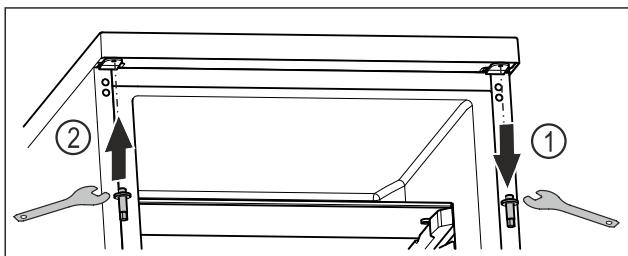

Fig. 14
- Odvrnute gornji svornjak s pomoću vanjskog šesterostranog ključa. Fig. 14 (1)
- Pritegnite svornjak na suprotnoj strani s pomoću vanjskog šesterostranog ključa. Fig. 14 (2)